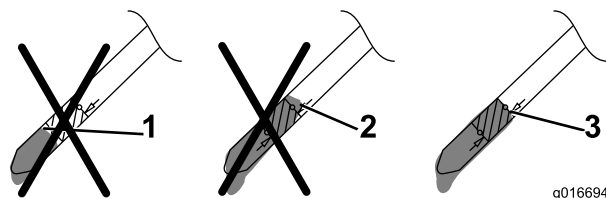

Figura 13
5. Retire la varilla y observe el nivel de aceite; consulte Figura 13.